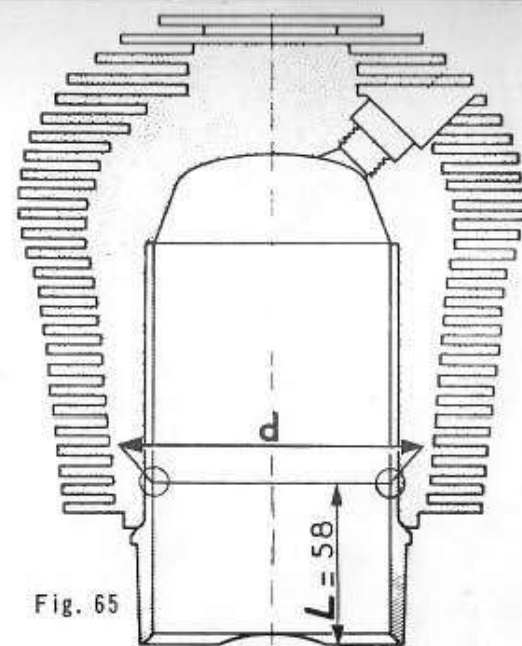

Fig. 65
- 7) Il est déterminé en fonction de la valeur du diamètre (d) relevé dans la chemise en un point défini par la Fig. 65.
2ème cas - Le choix du piston est déterminé en fonction du diamètre (d) relevé au comparateur dans la chemise à la distance L = 65 mm et dans le sens du trou de bougie (Fig. 65 bis).
Fig. 65 bis